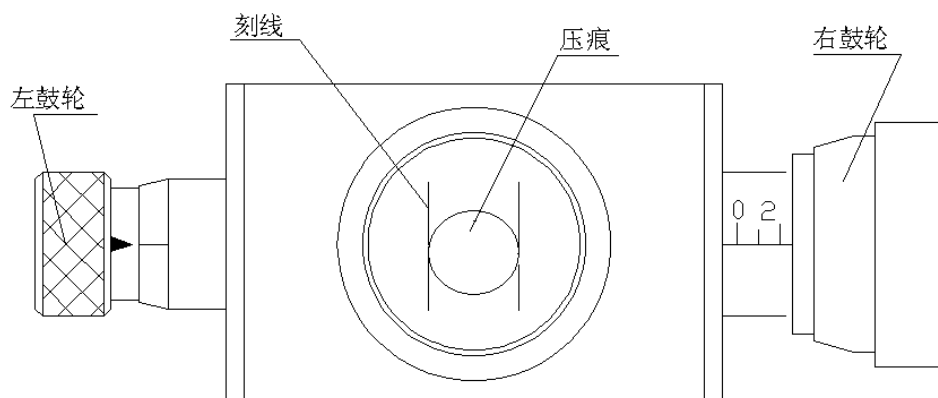

图 6
在测量压痕直径时，先转动测微目镜的左鼓轮，这时两刻线同时移动，先对准左边压痕的切点；然后转动右鼓轮，使另一条刻线对准右边的切点（图 6）。
3) 测微目镜的零位在出厂时已调好，如长期使用可能会有微量误差，因此应定期校准零位，如出现误差时应进行调整，调整方法：先对准目镜内的两刻线零位（两刻线无限接近，处于有无光隙的临界状态），稍微松开右鼓轮上的三个止紧螺钉，将右鼓轮的零位也对好，则目镜内的零位与右鼓轮的零位同时对好（图 6）